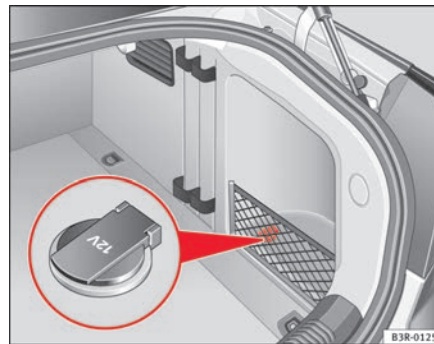

Fig. 128 Particolare del rivestimento laterale del bagagliaio: Presa a 12 Volt
- Alzare la copertura della presa di corrente ⇒ fig. 128.